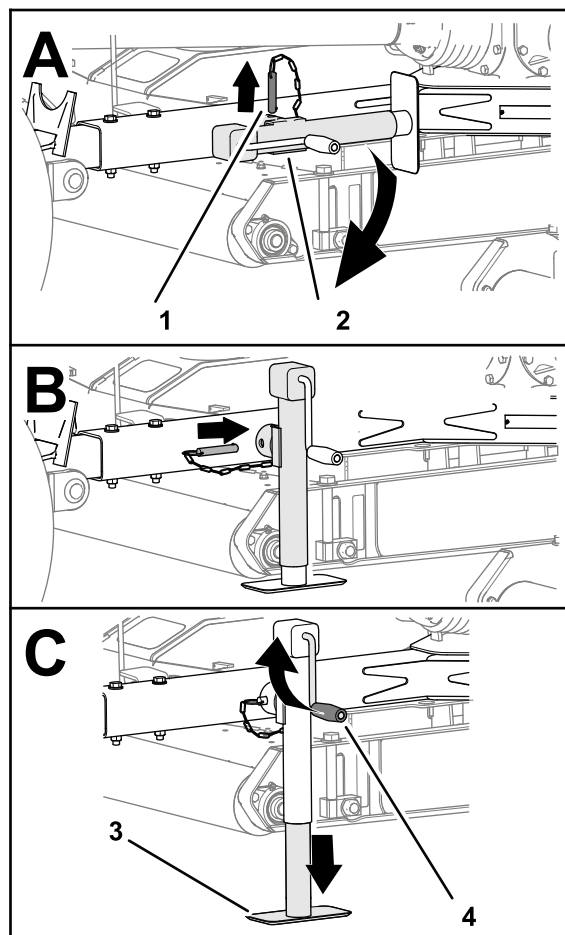

Figure 23
3. Retirez la goupille et faites pivoter le cric de la barre de remorquage à la verticale (Figure 23).
4. Alignez le trou de la barre de remorquage et le trou du cric (Figure 23).
5. Insérez la goupille dans les trous de la barre de remorquage et du cric (Figure 23).
2. Tournez la manivelle de cric pour relever complètement le pied d'appui du cric; voir Figure 23 à sous Utilisation du cric de barre de remorquage \(page 17\).